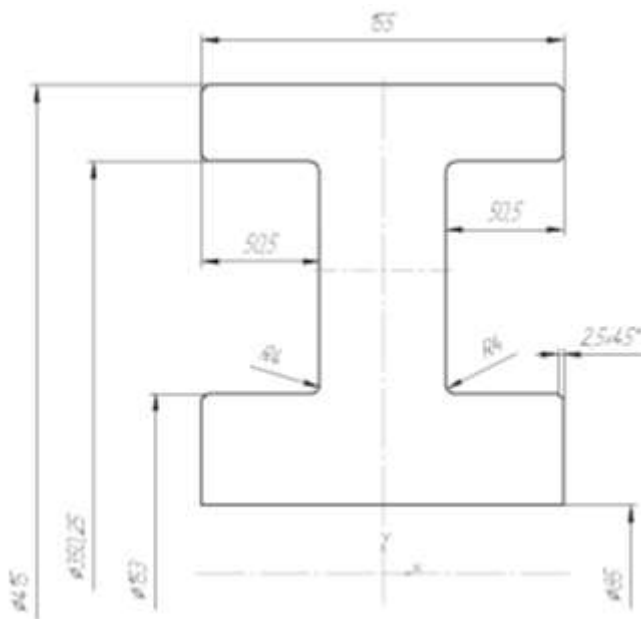

Рисунок 1.1 – Ескіз базової операції обертання колеса
1. Виберіть у дереві побудови площину *XYZ* та натисніть кнопку *Ескіз*. Побудуйте в ескізі контур половини перерізу зубчатого колеса. Контур ескіза не повинен містити розривів або перетинати сам себе. Крім того, в ескізі обов'язково повинні бути одна вісь - горизонтальний відрізок, виконаний стилем *Осьова*, що проходить через точку початку координат ескіза (рис. 1.1).